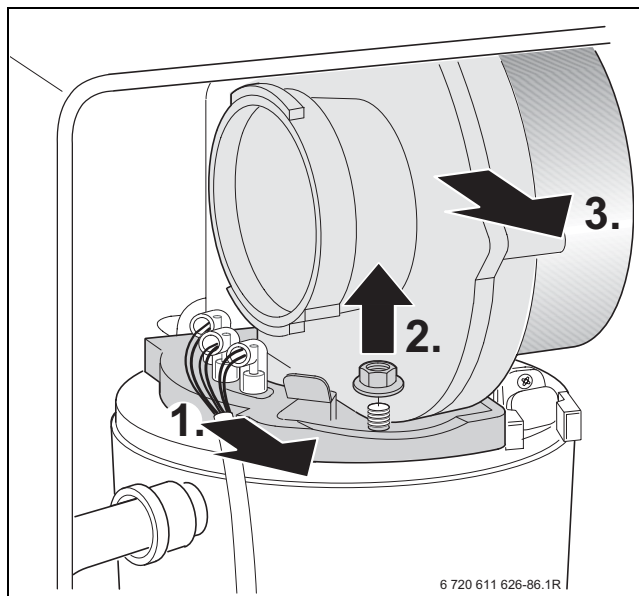

Fig. 49
- ▶ Scoateți cablul electrodului de aprindere și de monitorizare, →fig. 49.